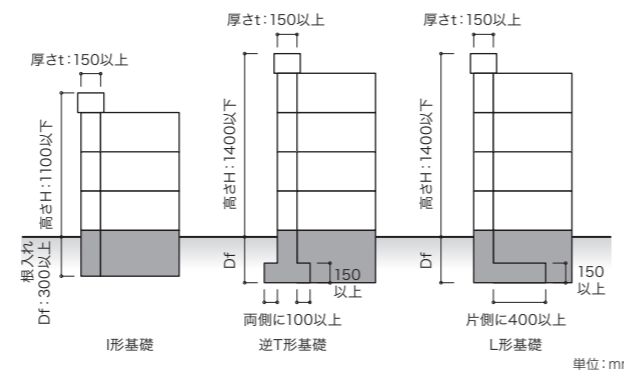

図2-4-1 組積造の塀(学会規準) 単位：mm
- ・ 基礎の根入れは300mm以上かつ塀の高さの1/4以上とします。基礎の形状と塀の高さは、(表2-4-1、図2-4-1)を参照してください。